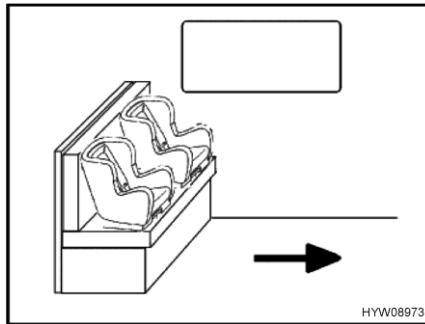
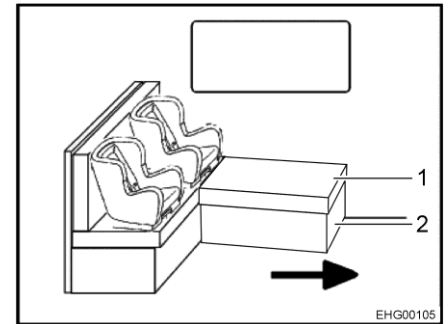

Fig. 19 Sièges pour enfants sur la banquette
Fig. 20 Siège pour enfant sur la banquette en L
La flèche dans les Fig. 19 et Fig. 20 indique le sens de marche.
- Retirer le coussin (Fig. 20,1) si nécessaire.
- Replier si nécessaire (Fig. 20,2) le cadre du coffre.